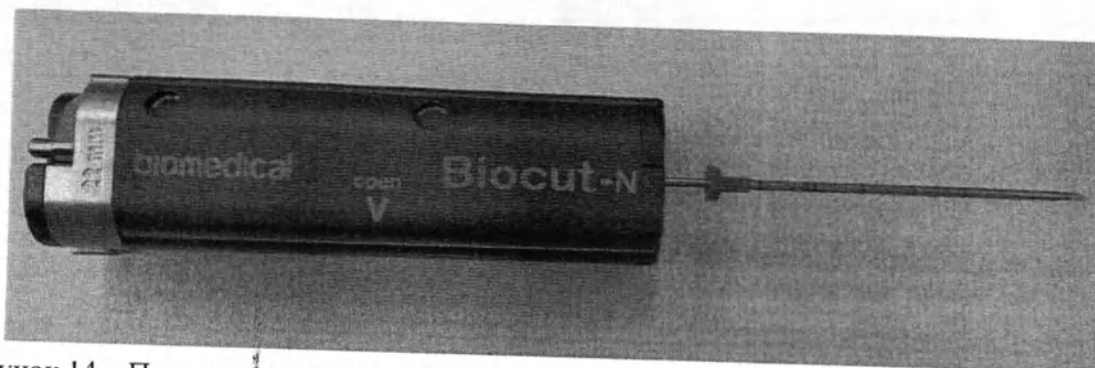

Рисунок 14 – Полностью взведенный пистолет BIOCUT-N с закрытой крышкой и установленной иглой биопсийной со снятым защитным колпачком (тубусом)
- Снимите с иглы биопсийной защитный колпачок (тубус) (рисунок 14).